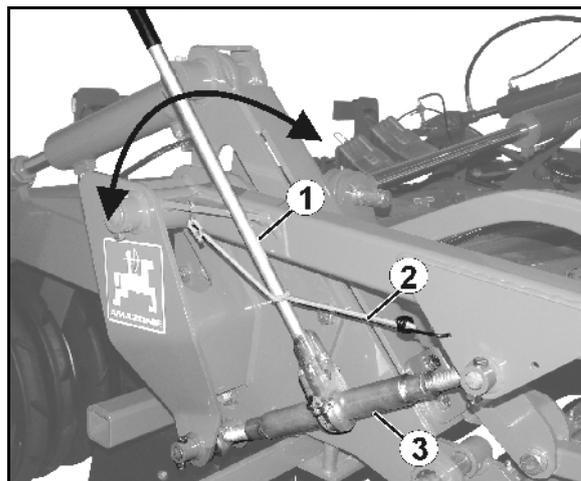

Fig. 39
1. Desserrez le levier à main (Fig. 39/1) du tendeur (Fig. 39/2).
4. Rallongez / raccourcissez la broche (Fig. 39/3) via le levier à main.